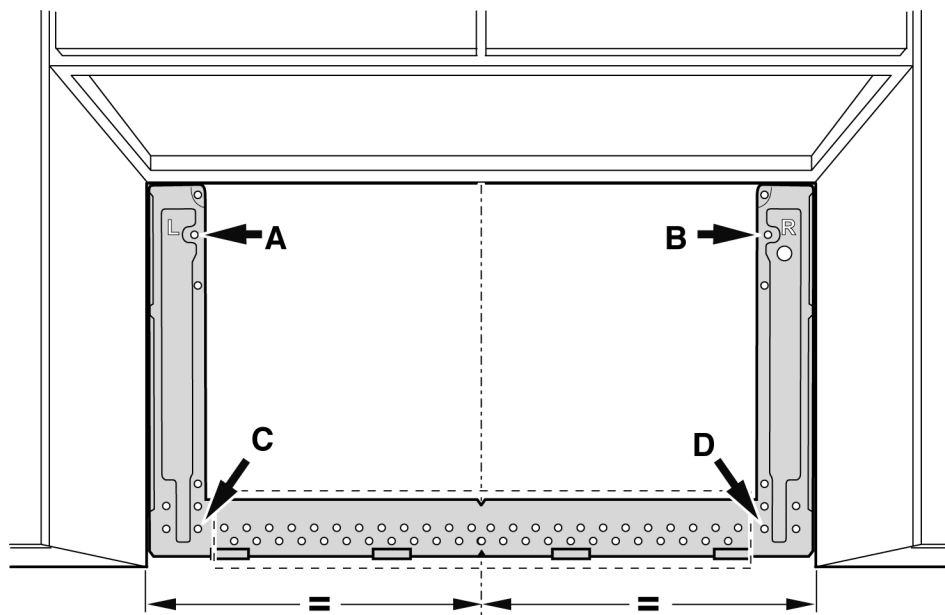

Figure 1 - Armoire à fond plat ou encastré avec encadrement
2. Utilisez la plaque de montage comme **gabarit** et placez-la sur le mur, en veillant à ce que les pattes soient contre le fond de l'armoire (Figure 1) ou la ligne de niveau (Figure 2).